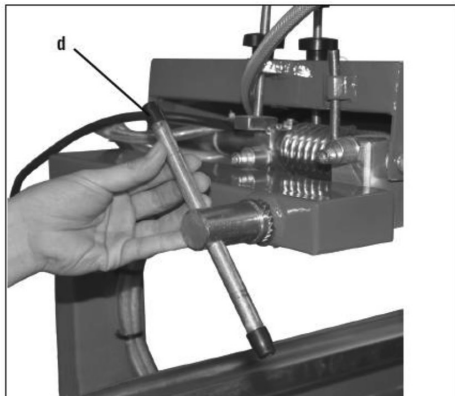

Рис. 5
5. Для удобства транспортировки головная часть станка с мотором была разъединена с рамой. Установите головную часть станка с мотором на раму. Для этого вставьте ось головной части в отверстие рамы и зафиксируйте гайкой с ручкой-воротком d (рис. 5).